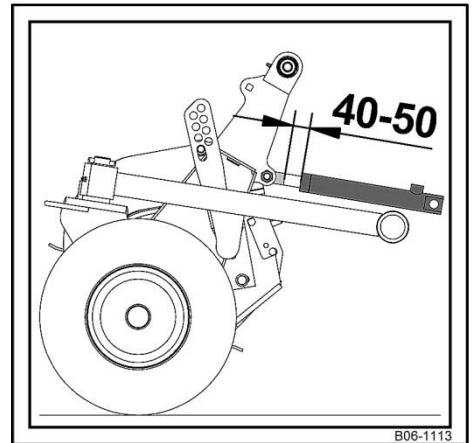

Bild 106: Pick-Up Zylinder
- Anschließend muss das Kontrollmaß der Pick-Up Zylinder, (wie im Bild 106 ersichtlich) überprüft werden und den folgenden Wert aufweisen.